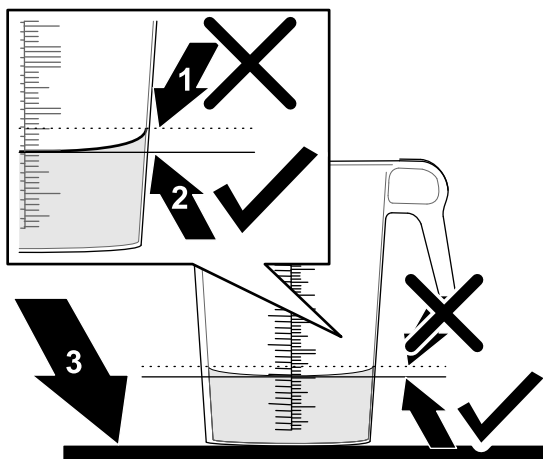

Figura 46
6. Ponga el recipiente graduado en una superficie nivelada y observe el volumen de fluido (Figura 46).